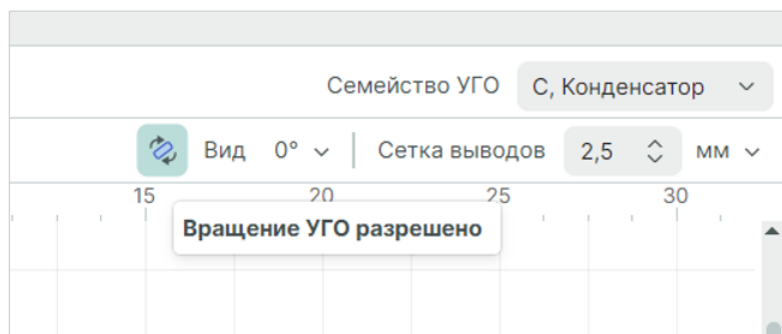

Рис. 46 Поворот УГО разрешен
6. Включите разрешение на поворот УГО при необходимости, см. Рис. 46.